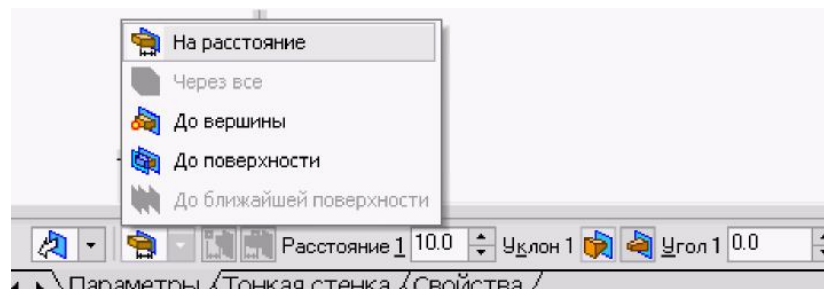

Рисунок 4.14 – Спосіб видавлювання
9. Обираємо варіант визначення величини видавлювання зі списку «Способ: На расстояние, Через все, До вершины, До поверхности, До ближайшей поверхности» (рис. 4.14).